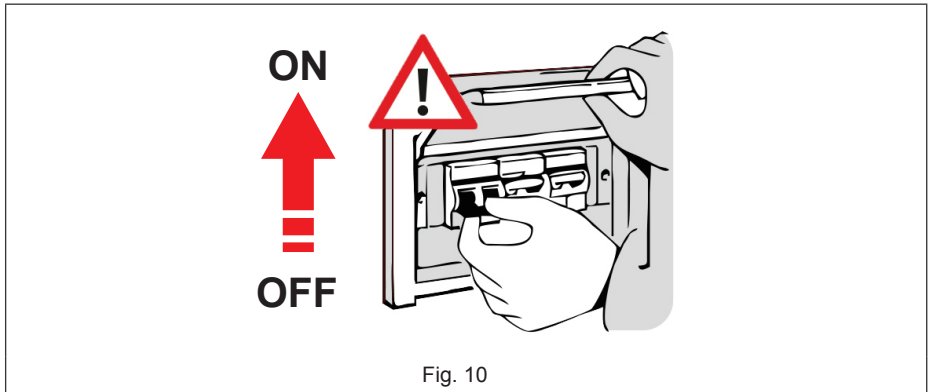

Fig. 10
- Si está presente, lleve el magnetotérmico de protección situado antes de la toma de corriente a posición “ON” (Fig. 10).